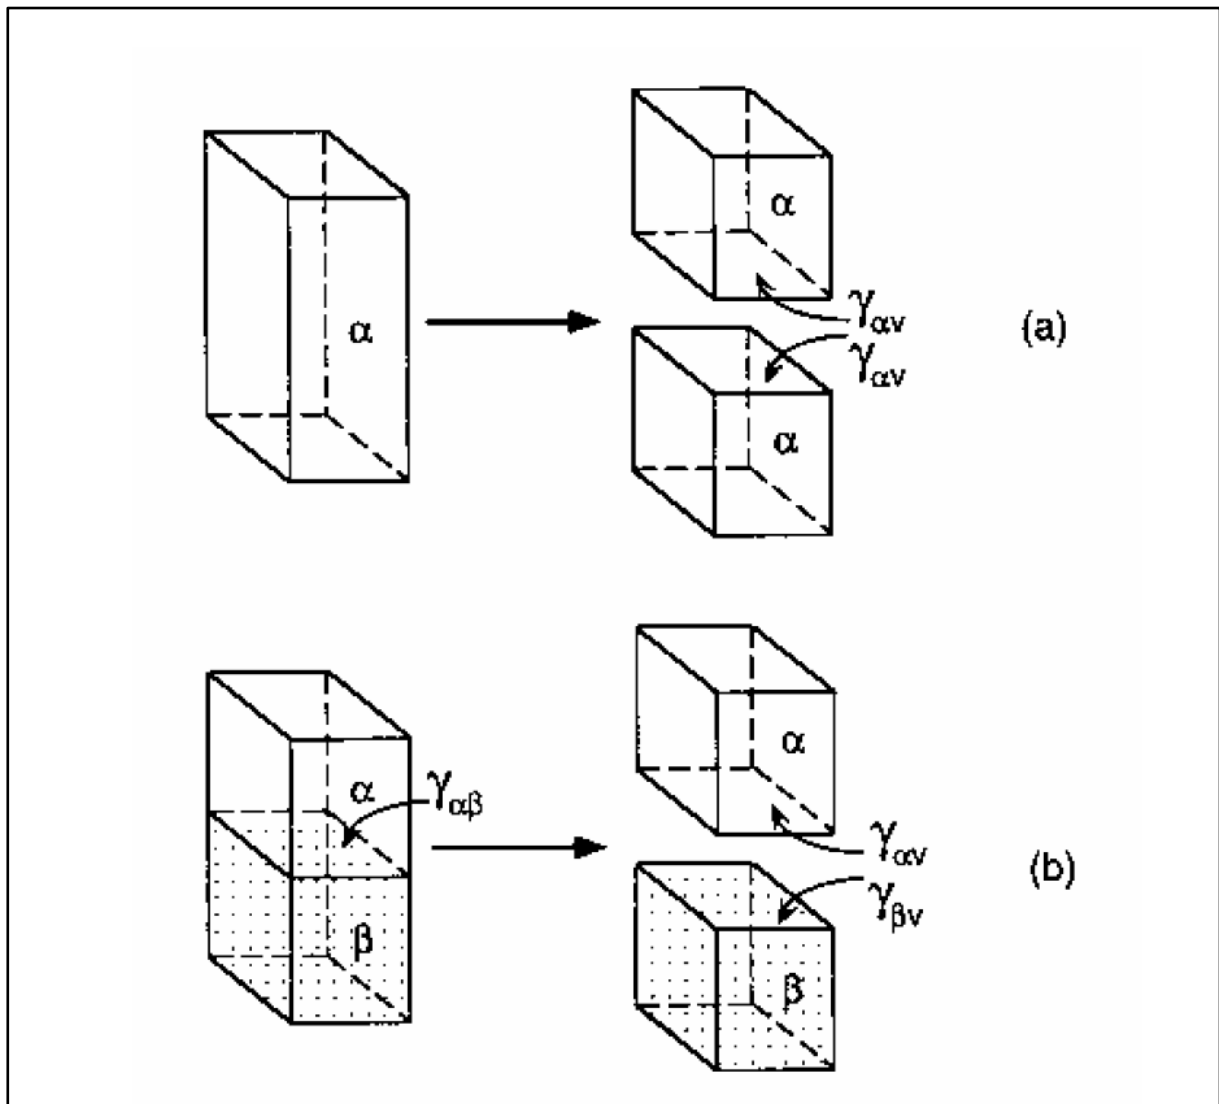

Figure 3.1 : Concept illustrant (a) le travail de cohésion, (b) le travail d'adhésion.
Le **travail de cohésion** est défini comme l'énergie nécessaire pour séparer deux parties d'un même liquide afin de créer **deux surfaces libres liquide-vapeur (LV)** (Figure.3.1.a). Ce travail est proportionnel à la tension superficielle du liquide, notée γ_{LV} (ou γ_{av} dans certains contextes), et s'exprime par :
Lorsque deux phases différentes (par exemple, un liquide et un solide, ou deux liquides non miscibles) sont en contact, il existe des **forces d'adhésion** entre ces deux milieux. Le **travail d'adhésion** correspond à l'énergie nécessaire pour **séparer une unité de surface de l'interface existante en deux surfaces libres** (Figure 3.1.b).